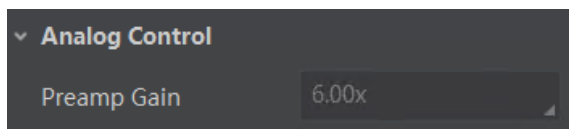

图7-24 模拟增益设置
- *Preamp Gain*: 通过 *Analog Control* 属性下的 *Preamp Gain* 参数进行设置，可查看当前相机支持的模拟增益大小，仅支持手动方式进行设置，如图 7-24 所示。